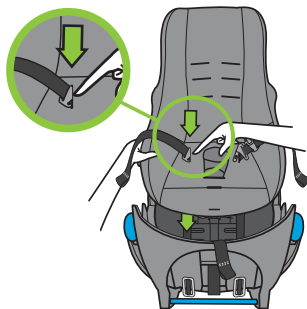

Figure 96
- Positionnez l'attache de poitrine de sorte que son extrémité soit alignée avec l'ouverture de la sangle de hanche et poussez l'attache de poitrine vers le bas à travers l'ouverture de la sangle de hanche dans la housse et la coque intérieures du porte-bébé, comme illustré à la **Figure 96**.